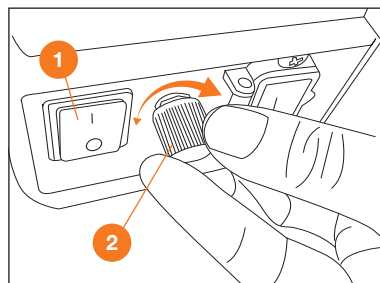

Рис. 16
- По окончании работы поверните регулятор **2** против часовой стрелки до полного отключения насоса (Рис. 16).